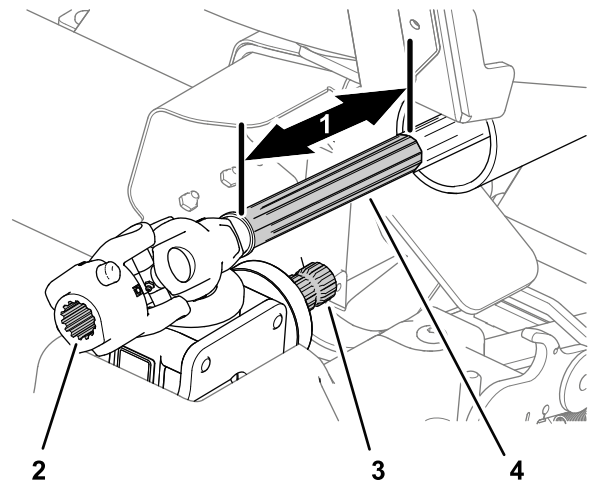

Figura 54
2. Tragei în faă jumătatea frontală a arborelui de transmisie (Figura 54) cu aproximativ 25 de cm.
3. Curăai canelurile arborelui cutiei de viteze i canelurile arborelui de transmisie (Figura 54).
4. tergei suprafaa de alunecare a arborelui de transmisie faă (Figura 54).
5. Aplicai produs antigripare pe canelurile arborelui cutiei de viteze i ale cuplajului universal (Figura 54).
6. Aplicai produs antigripare pe suprafaa de alunecare a arborelui de transmisie faă (Figura 54).